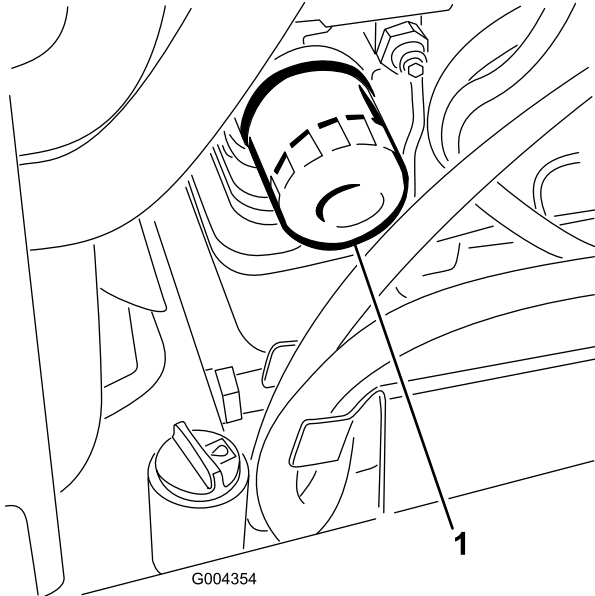

Bild 34
4. Entfernen Sie den Altfilter (Bild 34) und wischen Sie die Dichtfläche am Anbaustutzen ab.